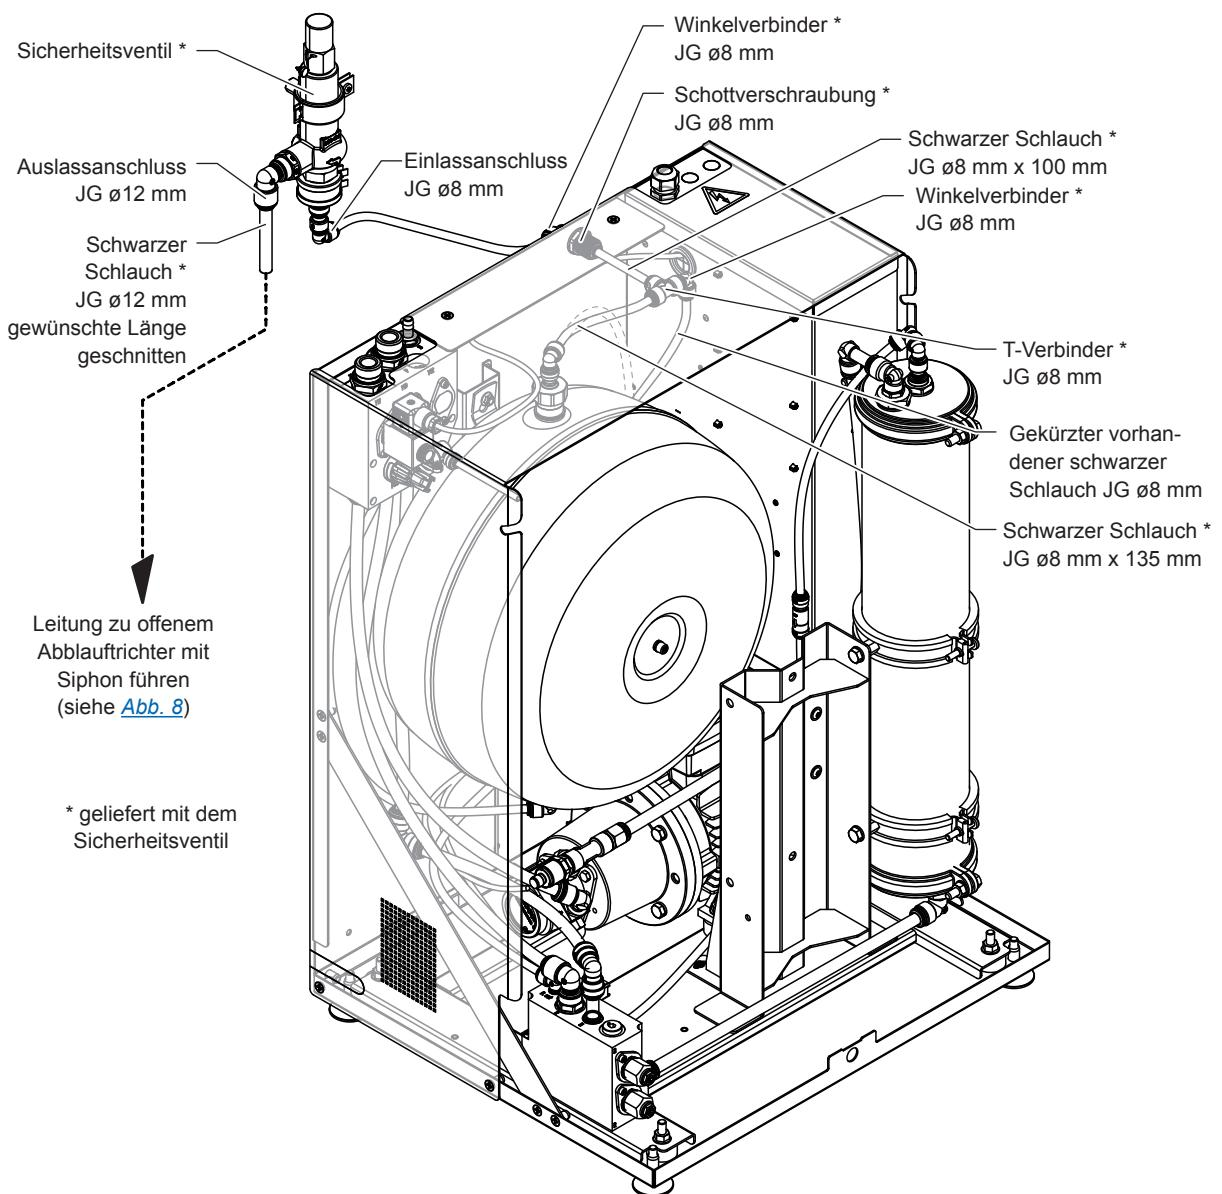

Abb. 15: Anschluss des Drucktank-Sicherheitsventils an das Condair RO-E(+) 40/100 Reinwassersystem (Abbildung zeigt RO-E 100)
4. Verbinden Sie den ø8 mm JG T-Verbinder mit montiertem Winkelverbinder mit den in Abb. 15 gezeigten Schläuchen.